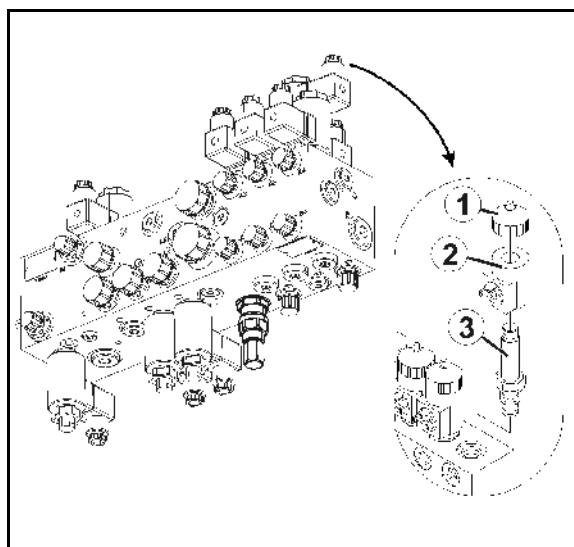

Fig. 95
1. Skru av magnetkappen (Fig. 95/1)
2. Fjern magnetspolen (Fig. 95/2)
3. Skru ut ventilstangen (Fig. 95/3) med ventiletene og rengjør med trykkluft eller hydraulikkolje.